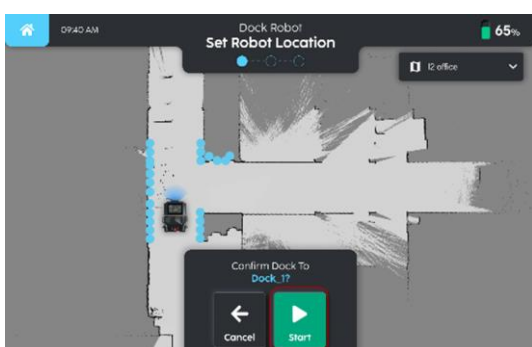
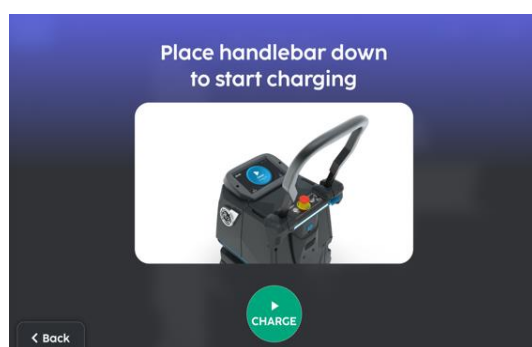
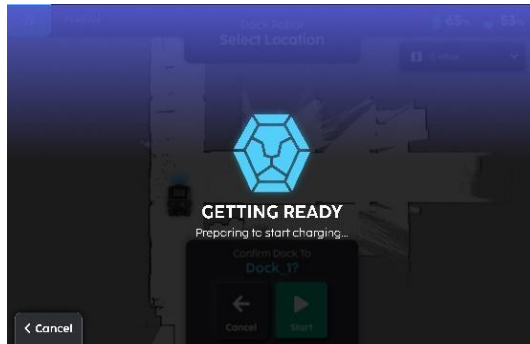

FIGURE 12-10
FIGURE 12-11
FIGURE 12-12
3. Appuyez sur 'Démarrer' (Fig. 12-10). Si la barre de manœuvre n'est pas encore baissée, placez-la comme invité (Fig. 12-11) et l'amarrage commencera (Fig. 12-12).